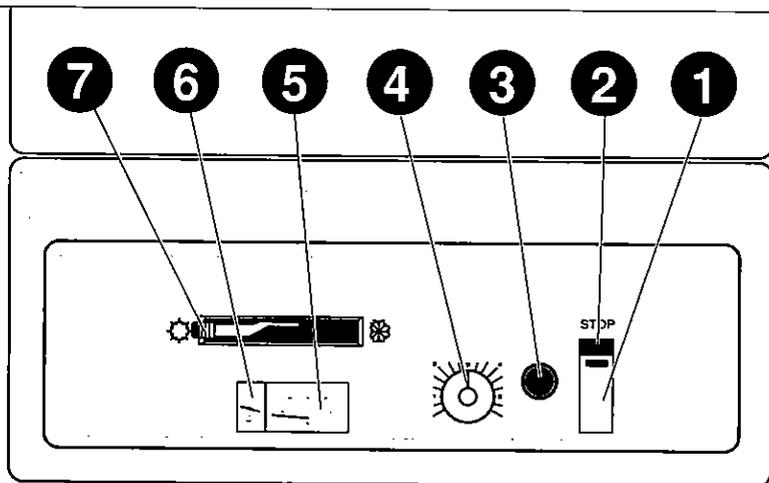

Fig. 2
- Ouvrir la vis de vidange (**r**) située sur le départ chauffage et faire une prise d'air, par exemple en ouvrant le purgeur de l'échangeur (**17 fig. 2**).